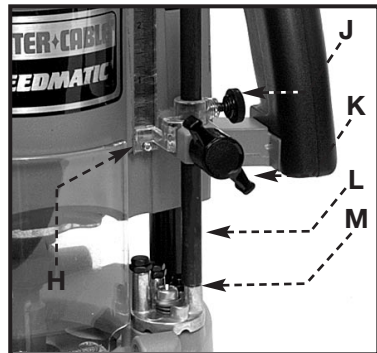
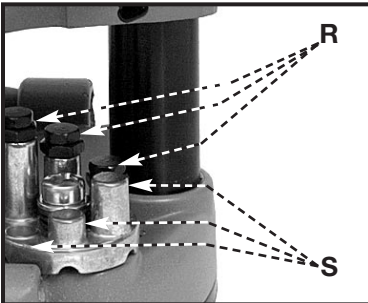
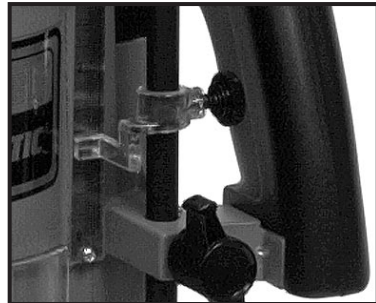

Fig. 5
Fig. 6
Fig. 7
1. Desserrez le bouton de blocage de la tige de profondeur (K), Fig. 5, et le bouton de l'indicateur de profondeur (J), Fig. 5, afin de permettre à la tige de profondeur de venir en contact avec l'une des butées de tourelle (M), Fig. 5. Normalement, la coupe la plus profonde désirée se règle à l'aide de la tige de profondeur reposant sur la butée de tourelle la plus courte (voir Fig. 6). Les deux autres butées fixes (S) Fig. 6 assurent alors des profondeurs réduites de coupe de $\frac{1}{4}$ po et de $\frac{1}{2}$ po, respectivement. Les trois butées réglables (R), Fig. 6, peuvent être réglées à toute hauteur désirée. On peut utiliser toute combinaison de butées fixes et/ou réglables afin d'atteindre les profondeurs désirées nécessaires à une tâche en particulier.
4. Positionnez l'indicateur de profondeur (H) Fig. 5, à la position « O » et serrez le bouton.
5. Desserrez le bouton de blocage de la tige de profondeur (K), Fig. 5, et levez la tige de profondeur jusqu'à ce que l'indicateur soit aligné sur la marque représentant la profondeur désirée de plongée. (L'exemple de la Fig. 7 montre le réglage pour la plongée de 1 po.) Serrez le bouton de blocage de la tige de profondeur.